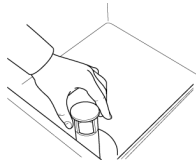

Fig.41
- 4- Ouvrir la porte et enlever le trop-plein. (Fig.41)